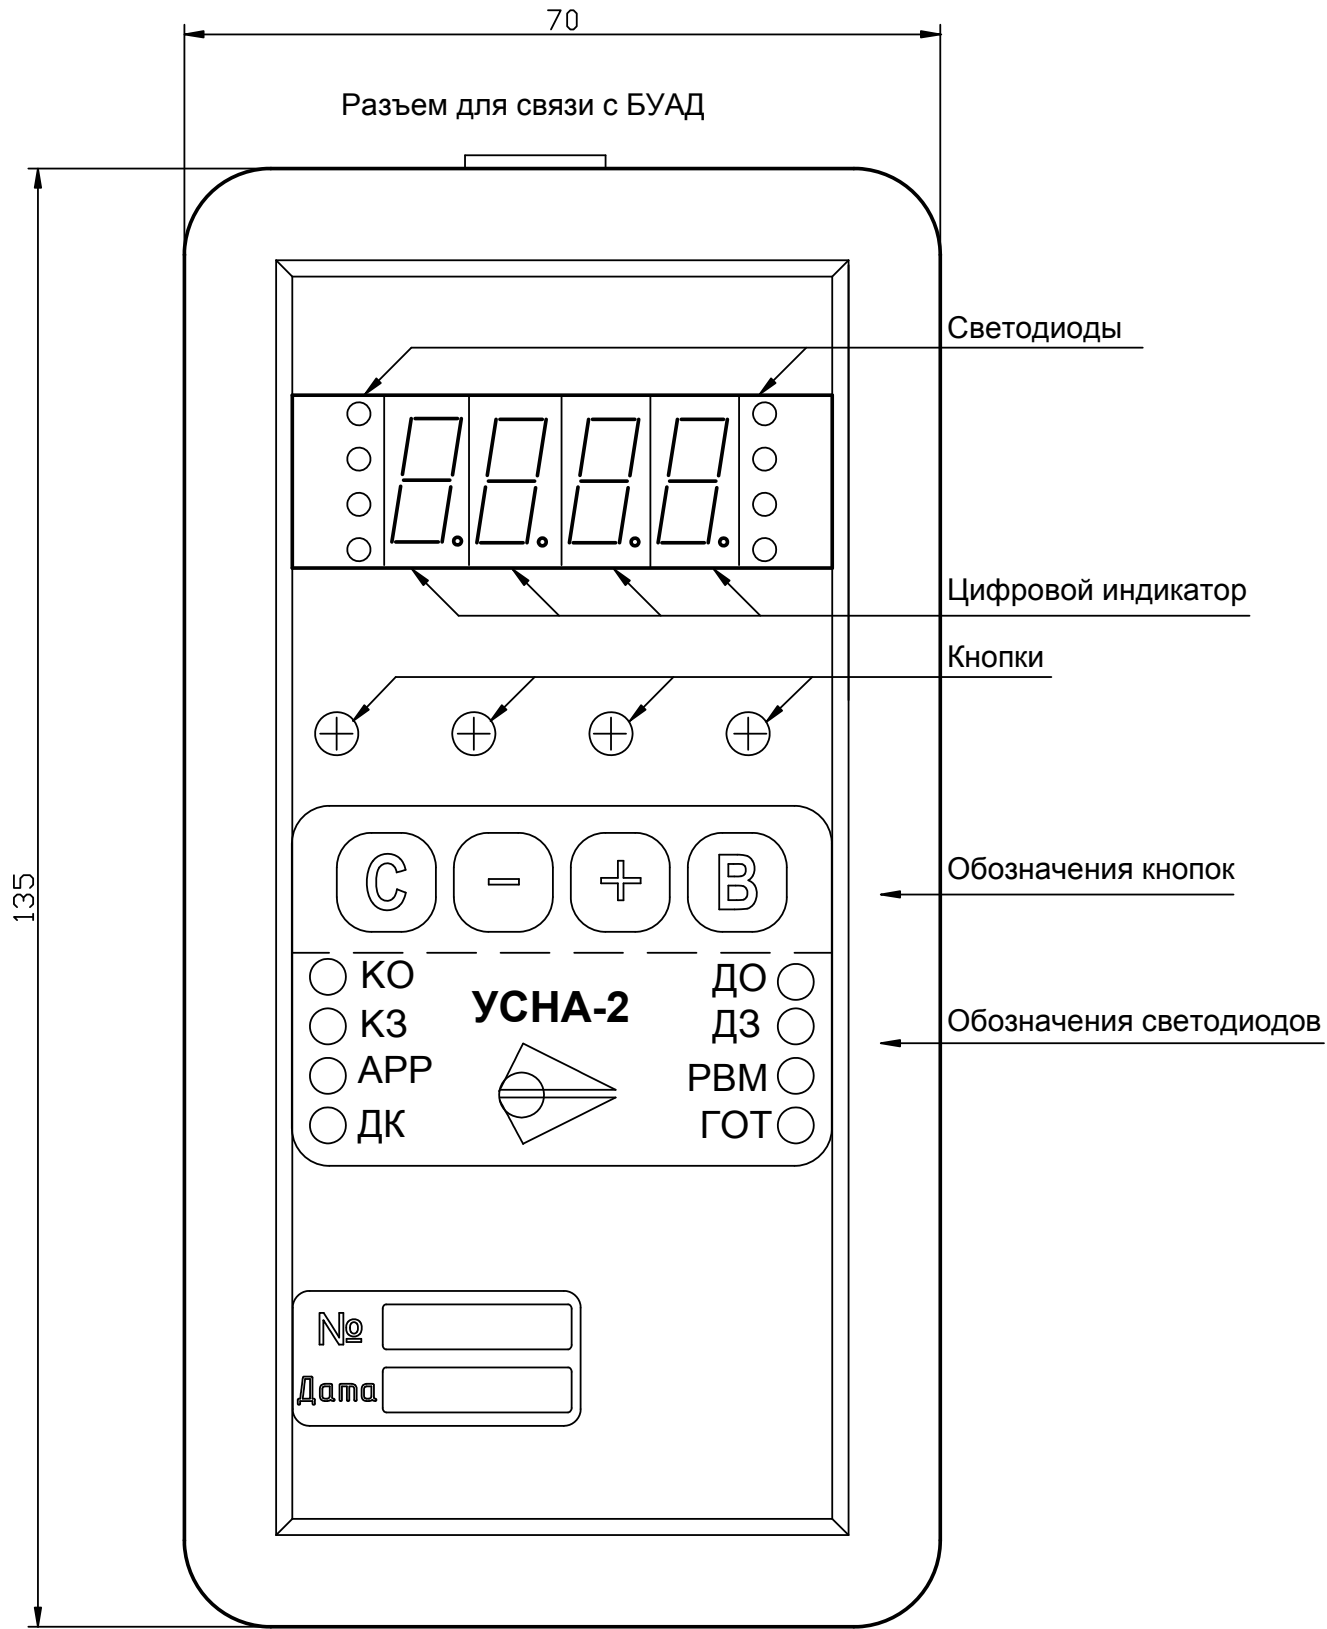

Рис.1. Внешний вид Устройства настройки УСНА.
*Устройство* применяется для обмена информацией с БУАД посредством кабеля двустороннего последовательного обмена УСНА-БУАД, через который также осуществляется питание *Устройства*. Разъем для подключения кабеля к *Устройству* показан на **рис.1**.
Габаритные размеры *Устройства* приведены на **рис.1**.
3.4.1. Панель управления *Устройства* (**рис.1**) состоит из